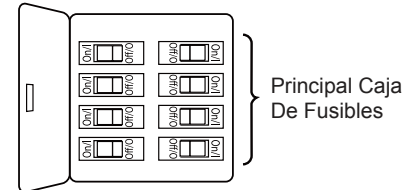

Figura 1
### Uso de perfil bajo (Figura 1)
1. Extraiga la pieza de la bola colgante de la unidad de la bola colgante / varilla aflojando el tornillo de presión de la bola colgante hasta que la bola se libere de la varilla. Retire el pasador del barral y luego extraiga la semiesfera. Conserve el pasador y la semiesfera para su reinstalación en el Paso 6. (Figura 1)
Para evitar una posible descarga eléctrica, asegúrese de cortar la alimentación eléctrica de la caja de fusibles principal antes de colgar el ventilador. (Figura 1)
1. Para configurar el código de unidad del receptor. Deslice los interruptores de código a las mismas posiciones que en el transmisor. (Figura 1)